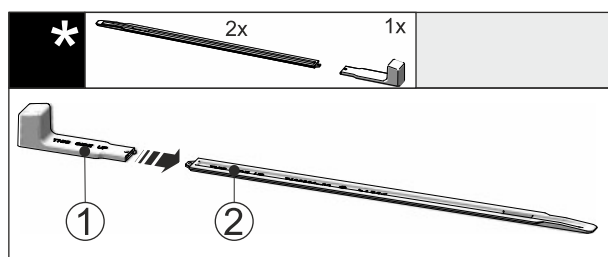

Fig. 47
- Pielieciet montāžas rokturi Fig. 47 (1) pie līmeņošanas slīdes Fig. 47 (2).